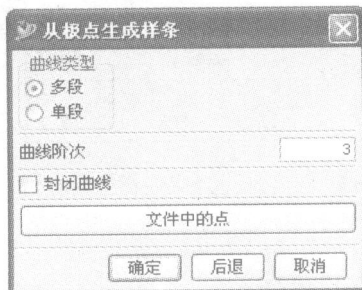

图 1-29 打开从极点生成样条对话框
- 单击图标,然后选择【根据极点】选项,打开如图 1-29 所示的对话框,输入【曲线阶次】为 3,然后单击【确定】按钮。